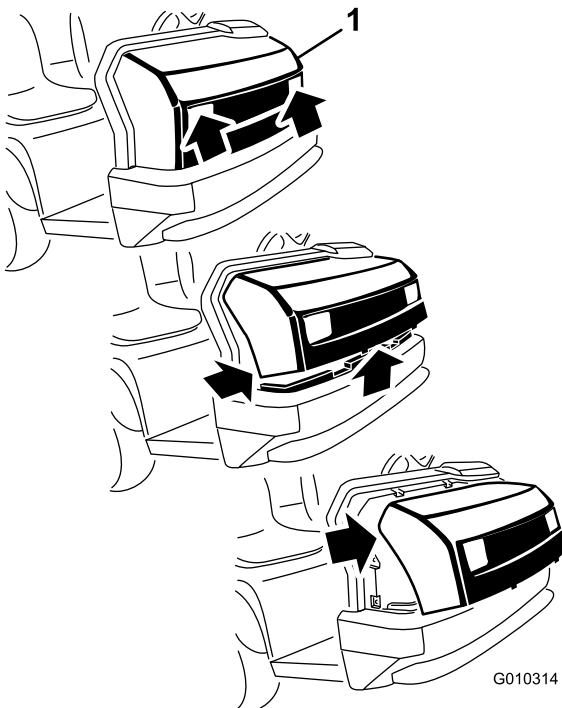

Bild 37
1. Fassen Sie die Motorhaube in den Scheinwerferöffnungen an und heben sie an, um die unteren Befestigungslaschen aus den Rahmenschlitzten zu heben (Bild 37).
2. Drehen Sie die Unterseite der Motorhaube nach oben, bis Sie die oberen Befestigungslaschen aus den Rahmenschlitzten ziehen können (Bild 37).
3. Drehen Sie die Oberseite der Motorhaube nach vorne und ziehen Sie die Kabelanschlüsse von den Scheinwerfern ab (Bild 37).